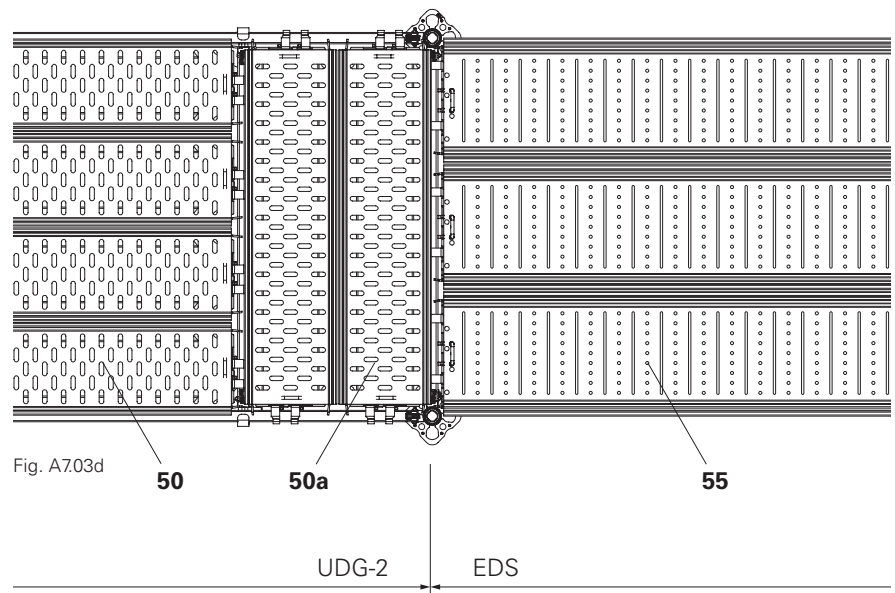

Fig. A7.03d
6. Montare gli impalcati EDS (**55**) nella campata successiva. (Fig. A7.03d)